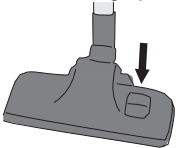

Figura 4 Moqueta o suelo duro
- Seleccione el reglaje para aspirar moqueta o suelo duro accionando la clavija con el pie, véase la figura 4. Para superficies duras oprima la clavija de manera que el cepillo salga de la boquilla. Para moquetas tire hacia arriba la clavija.